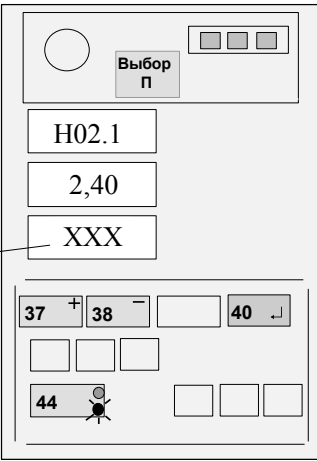

Рисунок 11
Нажимая кнопки "+" (37) и "-" (38), набрать на среднем ИЖЦ значение вылета, указанного в правом столбце таблицы 4 (см. рисунок 11) для установленного значения вылета по рулетке.